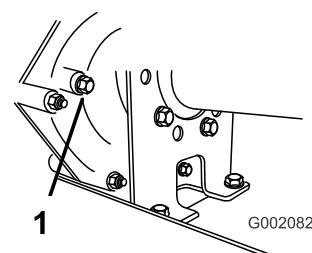

Figura 56
- Retire el perno del orificio indicador del nivel (Figura 56).